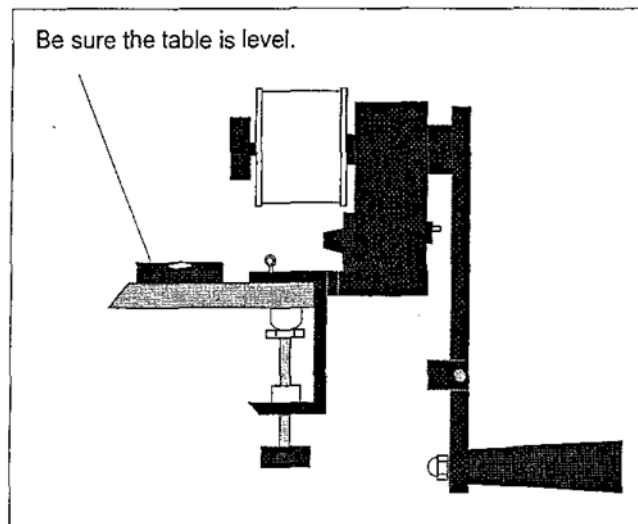

Figure 5 Level Table
- d. Montar el aparato sobre una tabla nivelada (*fig. 5*). Si el aparato no está nivelado, la cuerda tenderá a deslizar y por ello será dificultoso conseguir una cupla uniforme.